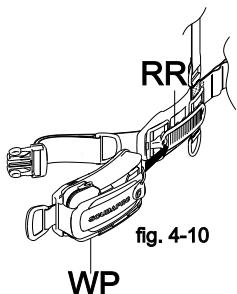

fig. 4-10
4. Avant la plongée, faites glisser le compartiment à plombs (WP) sur le rail à cliquet (RR) (fig. 4-10) Des clics audibles se font entendre lorsque le cliquet est enclenché.